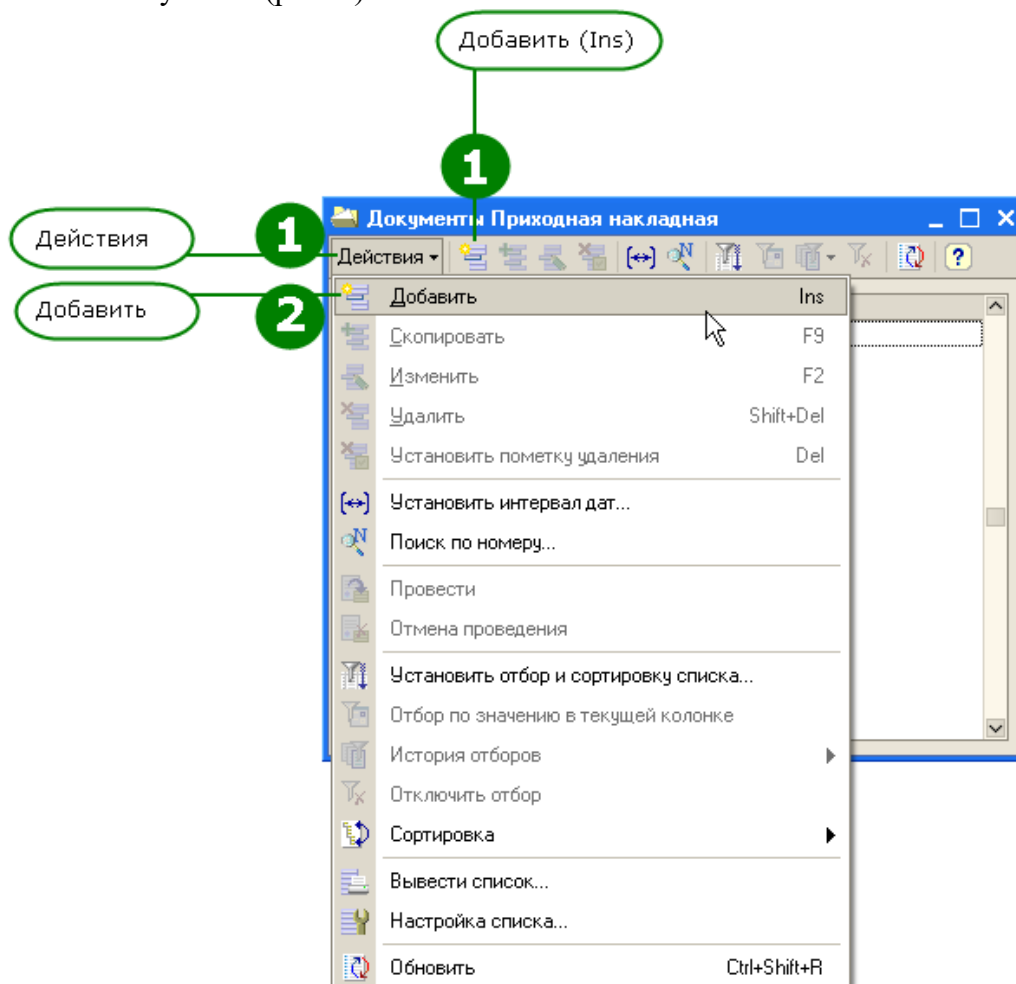

Рис. 3. Добавим новый документ при помощи меню или иконки
8. Выполните команду меню Действия > Добавить или нажмите соответствующую иконку, или нажмите клавишу Insert (рис. 3).